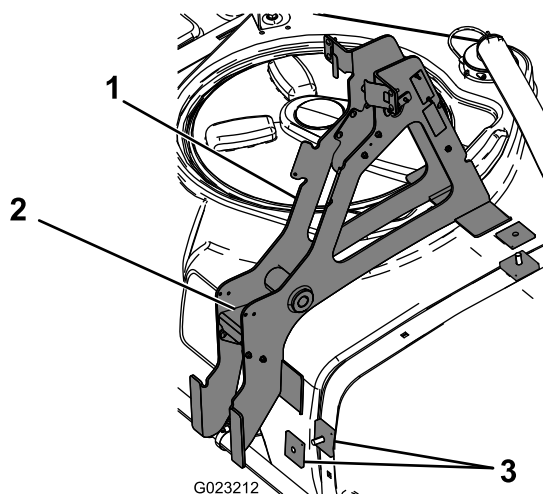

図 3
5. 先ほど取り付けしたキャリッジボルトに、四角いスペーサを2個取り付ける（図 3）。
6. ガイドプレートをメインサポートフレーム・アセンブリに固定しているボルトとナット（4組）を外して保管する（図 3）。
7. 図 3に示すように、角スペーサとキャリッジボルトの上からメインサポートフレームを取り付ける。